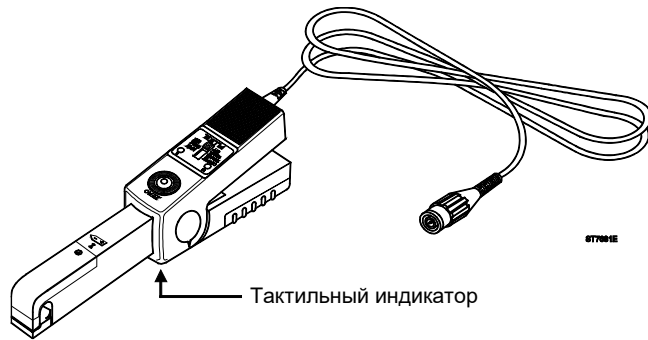

Рис. 1. Токовые клещи 80i-110s для измерения переменного/постоянного тока
- Fluke 80i-110s — это токовые клещи переменного и постоянного тока защелкивающегося типа, воспроизводящие формы кривой тока, встречающиеся в современных коммерческих и промышленных электрораспределительных системах. Рабочие характеристики клещей позволяют осуществлять точное определение токов при частоте сети и до 50 гармонических кривых. Клещи 80i-110s также совместимы с любым инструментом, способным выполнять измерения в диапазоне милливольт. Клещи (см. рис. 1) имеют следующие преимущества:
- Запрещается касаться клещей за зоны, расположенные за пределами тактильного индикатора, см. рис.1.